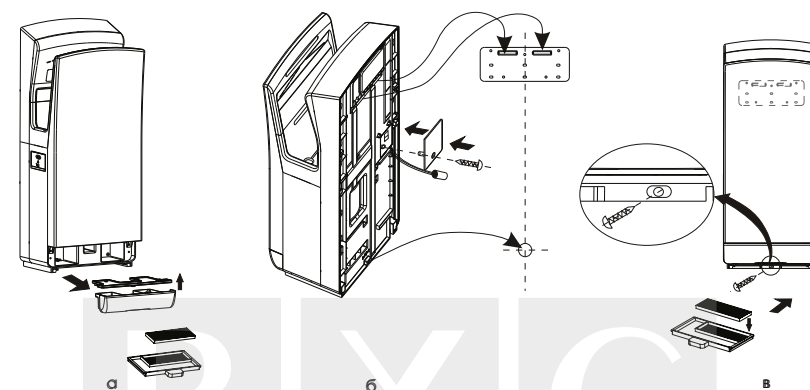

Рисунок 2
1. Снимите водосборник (Рисунок 2а).
2. Снимите HEPA- фильтр (Рисунок 2а).
6. Зафиксируйте сушилку на крюки на установочной панели и закрепите винтами (временно зафиксированными на боковой части) (Рисунок 2б-2в).
7. Вставьте обратно в устройство водосборник и HEPA-фильтр (Рисунок 2а).